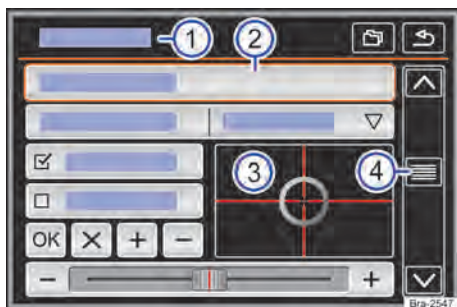

Fig. 127 Representação esquemática: vista geral das possíveis superfícies de função no display.
O aparelho está equipado com um touchscreen (tela de toque) → Fig. 127 ③.
As superfícies de função iniciam funções ou abrem outros submenus. Em submenus é indicado, na linha do título, o menu atualmente selecionado → Fig. 127 ①.